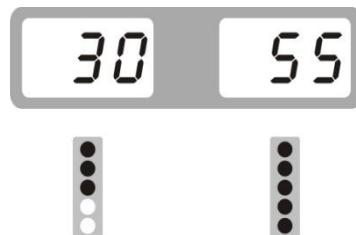

Рис.9
4.2.4 Проверните вручную колесо, пока индикаторы внешней стороны не станут полностью активными, как показано на **Рис.9**. Прикрепите грузики при помощи автоматической линейки. [когда вы вытяните линейку, место крепления на дисплее отобразится верным значением "0"]